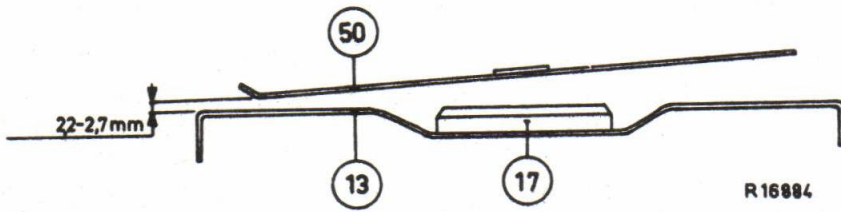

Fig.28
R. GELEIDINGSBEUGEL 50 VOOR DE PLAAT (zie fig.28)